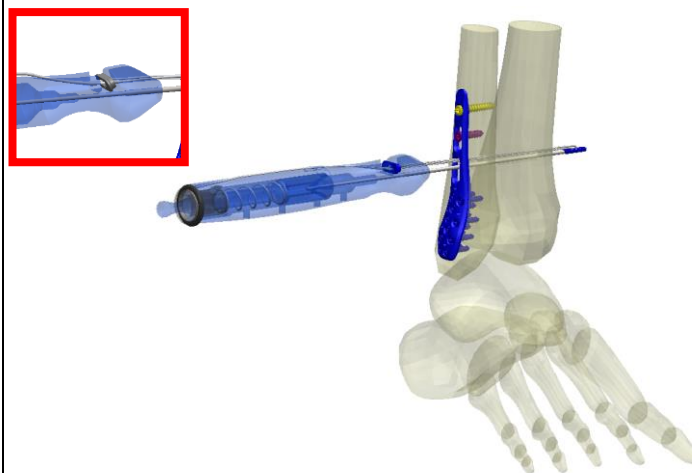

Figura 3
3. Insira o aplicador através do túnel do furo feito previamente. Verifique por meio do intensificador de imagem se o button passou da cortical medial da tíbia. Posicione o Button do centro do cabo direcionado sentido superior ou inferior para garantir que na hora do acionamento o button medial fique direcionado ao longo do eixo longitudinal da tíbia (figura 3).